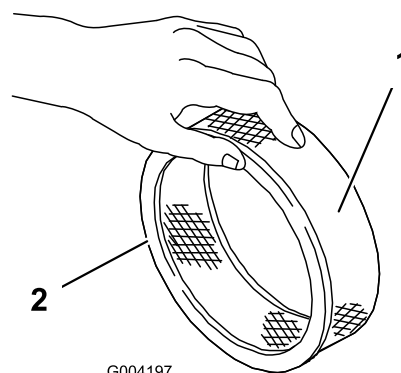

Figure 157
- Vérifiez que l'élément en papier n'est pas déchiré ou couvert d'une pellicule grasse, et que le joint de caoutchouc n'est pas endommagé (Figure 157).